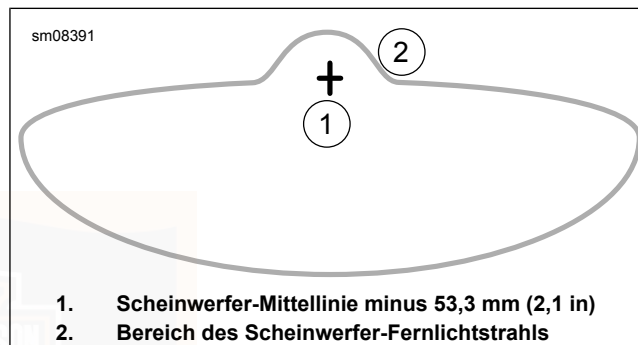

Abbildung 96. Scheinwerfer-Lichtmuster: Modelle mit rahmenmontierter Verkleidung
- c. **LED, rahmenmontierte Verkleidung:** Siehe Abbildung 96 . Mit dem Scheinwerfer auf **Fernlicht** geschaltet ist der Brennpunkt des Leuchtmittels auf der Markierung zentriert.
- Siehe Abbildung 96 . Den Scheinwerferstrahl einstellen.